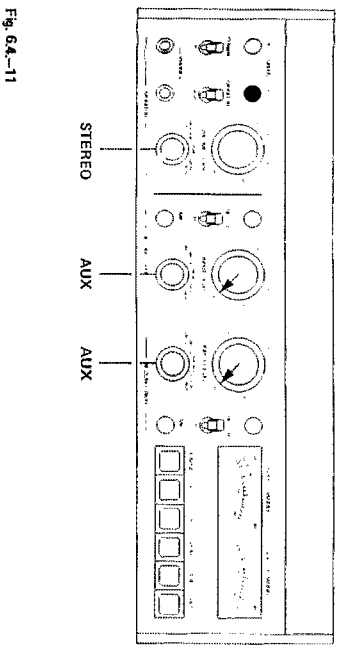
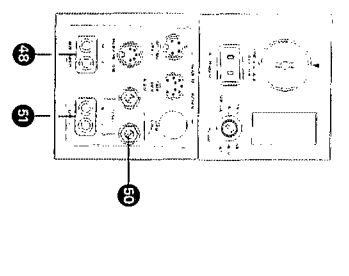

Fig. 6.4-11
Fig. 6.4-12
- (Regelmaximum) Bedienungselemente nach Fig. 6.4-11 einstellen.
- NF-Millivoltmeter an Ausgang (51) OUTPUT anschließen. Bereich 100 mV/AUX - NF-Generator an Anschluss (48) AUX INPUT parallel anschließen. Frequenz: 10 kHz.
- Mit Justerschraube (R) (Fig. 6.4-12) Pegelmaximum einstellen. Anzeigerzeugung beachten, deshalb besonders langsam einstellen.
- Set operating controls as per fig. 6.4-11.
- Connect audio generator in parallel to AUX INPUTS (48). Select frequency of 10 kHz.
- Rotate screw (R) (fig. 6.4-12) to obtain maximum output level. Because there is a time lag before the effects of any alteration in record head azimuth will be shown on the meter, screw (R) should be rotated very slowly.
- Effectuez les commutations selon la fig. 6.4-11.
- Branchez un millivoltmètre BF à la sortie (51) OUTPUT. Echelle 100 mV.
- Reconnectez le générateur BF aux entrées (48) AUX INPUT. Fréquence: 10 kHz/signal: 0,775 V à la sortie.
- Tournez la vis de réglage (R) (fig. 6.4-12) pour obtenir le signal de sortie maximum. Tournez la vis lentement en tenant compte du décalage des têtes.
Mit Justerschraube (R) (Fig. 6.4-12) die Ausgangsspannung auf Maximum (scharf) einstellen.
- Connect audio millivoltmeter to both sockets OUTPUT (51) in parallel.
- Connect audio generator to AUX IN-PUTS (48) in parallel. Select frequency of 10 kHz and adjust to a level of 20 dB below 0 VU.
- Adjust screw (R) (fig. 6.4-12) until a sharply rising, well defined maximum in output voltage is obtained.
- Branchez un millivoltmètre BF à la sortie (51) OUTPUT.
- Reconnectez un générateur BF aux entrées (48) AUX INPUT. Fréquence: 10 kHz/tension: 0 VU -20 dB.
- Effectuez le réglage fin (très pointu) avec la vis (R) pour obtenir le signal de sortie maximum.